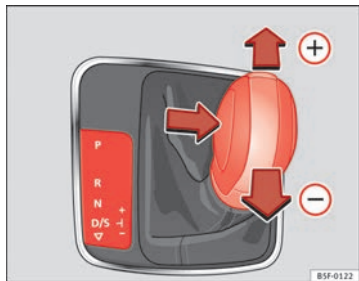

Abb. 91 Mittelkonsole:
- Um einen Gang hochzuschalten, tippen Sie den Wählhebel nach vorn (+) ⇒ Abb. 91.